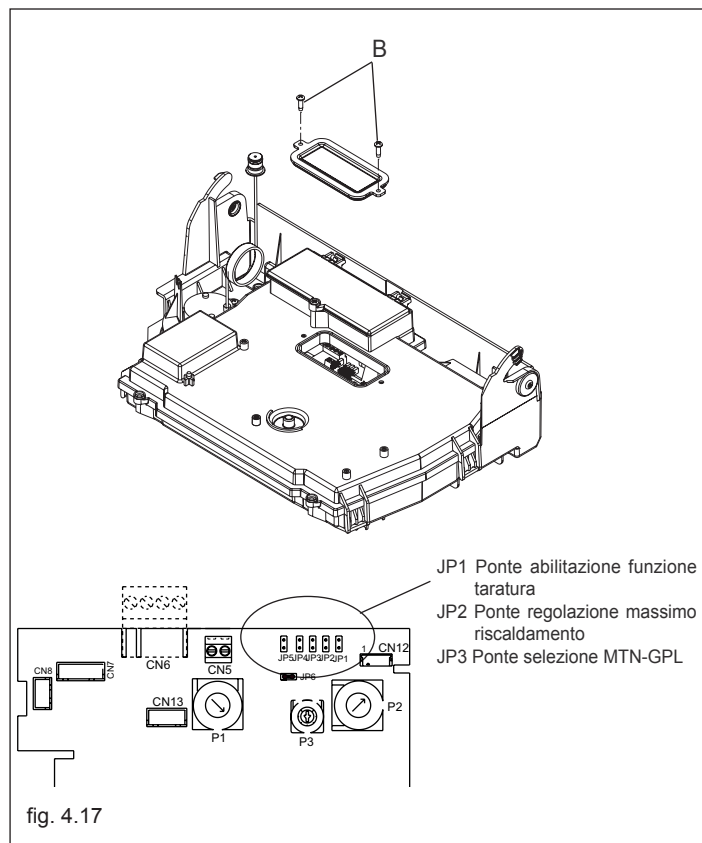

fig. 4.17
⚠ La funzione "regolazione elettrica" viene attivata e disattivata esclusivamente dal jumper (JP1) (fig. 4.17).
- inserire il jumper JP1 (fig. 4.17) per abilitare le manopole poste sul pannello di comando alle funzioni di regolazioni del minimo e del massimo riscaldamento.
- inserire il jumper JP2 (fig. 4.17)